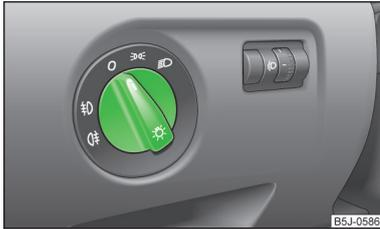

Fig. 40
En los vehículos con **dirección a la derecha**, la disposición de los elementos de manejo se diferencia en parte de la disposición mostrada en » fig. 40 de la página 63. No obstante, los símbolos que marcan las posiciones de los elementos de manejo son iguales.
**Posiciones del conmutador de luces** » fig. 40.
➤ Girar el conmutador de luces a la posición **0** » fig. 40 de la página 63.